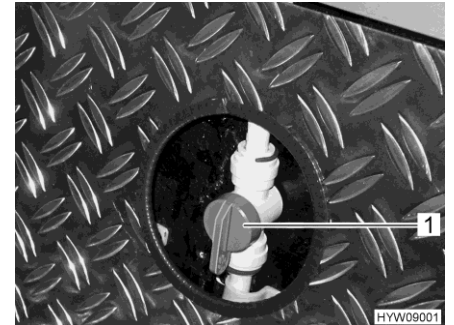

Fig. 134 Vanne d'alimentation (chauffage garage arrière)
- Placer la poignée (Fig. 134,1) de la vanne d'alimentation du chauffage du garage arrière parallèlement à la conduite de chauffage. Le chauffage du garage arrière fonctionne alors à sa puissance maximum.
- Placer la poignée (Fig. 134,1) de la vanne d'alimentation du chauffage du garage arrière dans une position quelconque. L'alimentation en eau chaude du garage arrière se laisse ainsi régler en continu.
- Placer la poignée (Fig. 134,1) de la vanne d'alimentation du chauffage du garage arrière transversalement à la conduite de chauffage. Le chauffage du garage arrière est maintenant éteint.